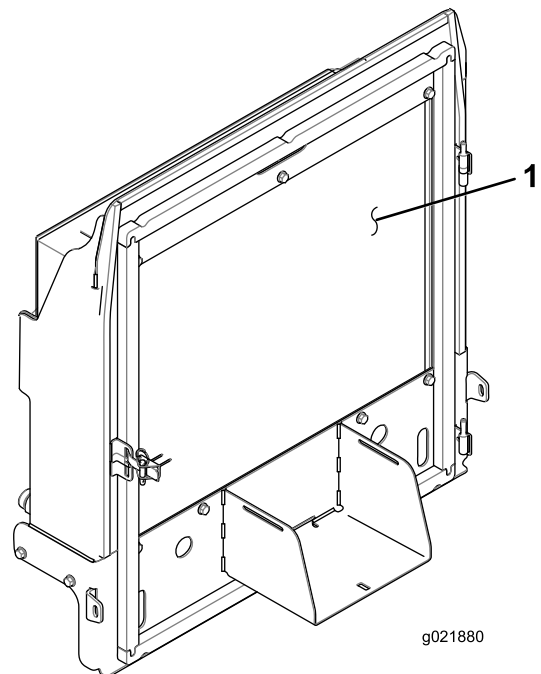

Bild 95
4. Reinigen Sie beide Seiten des Kühlers bzw. Ölkühlers gründlich mit Druckluft (Bild 95).